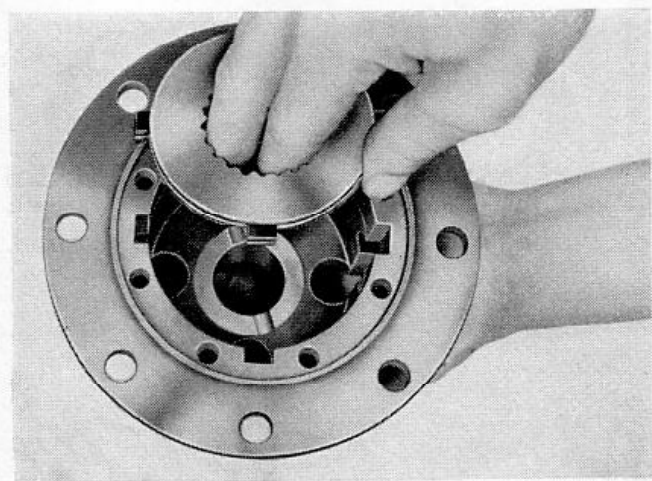
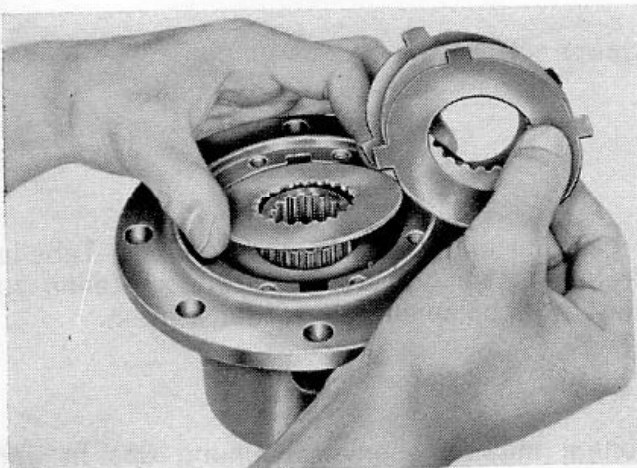

Abb. 8
Abb. 14
2. Die äußeren Lamellen (5) und die inneren Lamellen (6) in der gleichen Reihenfolge wie beim Demontieren festgestellt bzw. wie beim Ausmessen ausgewählt in das Gehäuse einführen (Abb. 8). (Am Gehäuse und auch am Gehäusedeckel muß jeweils eine Ausenlamelle anliegen).
7. Zweiten Lamellensatz einsetzen (Abb. 14). Siehe hierzu auch Text zu Abb. 8.